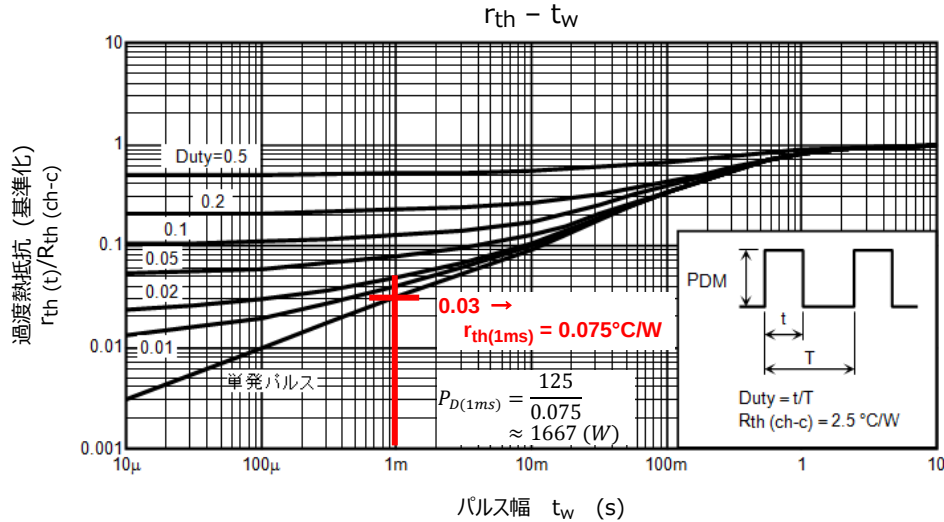

図 3.3 過渡熱インピーダンス特性
$t_w = 1\text{ms}$ での許容損失 $P_D(1\text{ms})$ は図 3.3 の過渡熱インピーダンス特性から約 1667W と算出できます。この値を用いて、 $T_c = 100\text{ }^\circ\text{C}$ 時における熱制限領域(④' ~ ⑤')と S/B 領域(⑤' ~ ⑥')のデレーティングラインを通る各ポイントは $T_c = 25\text{ }^\circ\text{C}$ (直流動作)と同様に求めると下記のようになります。